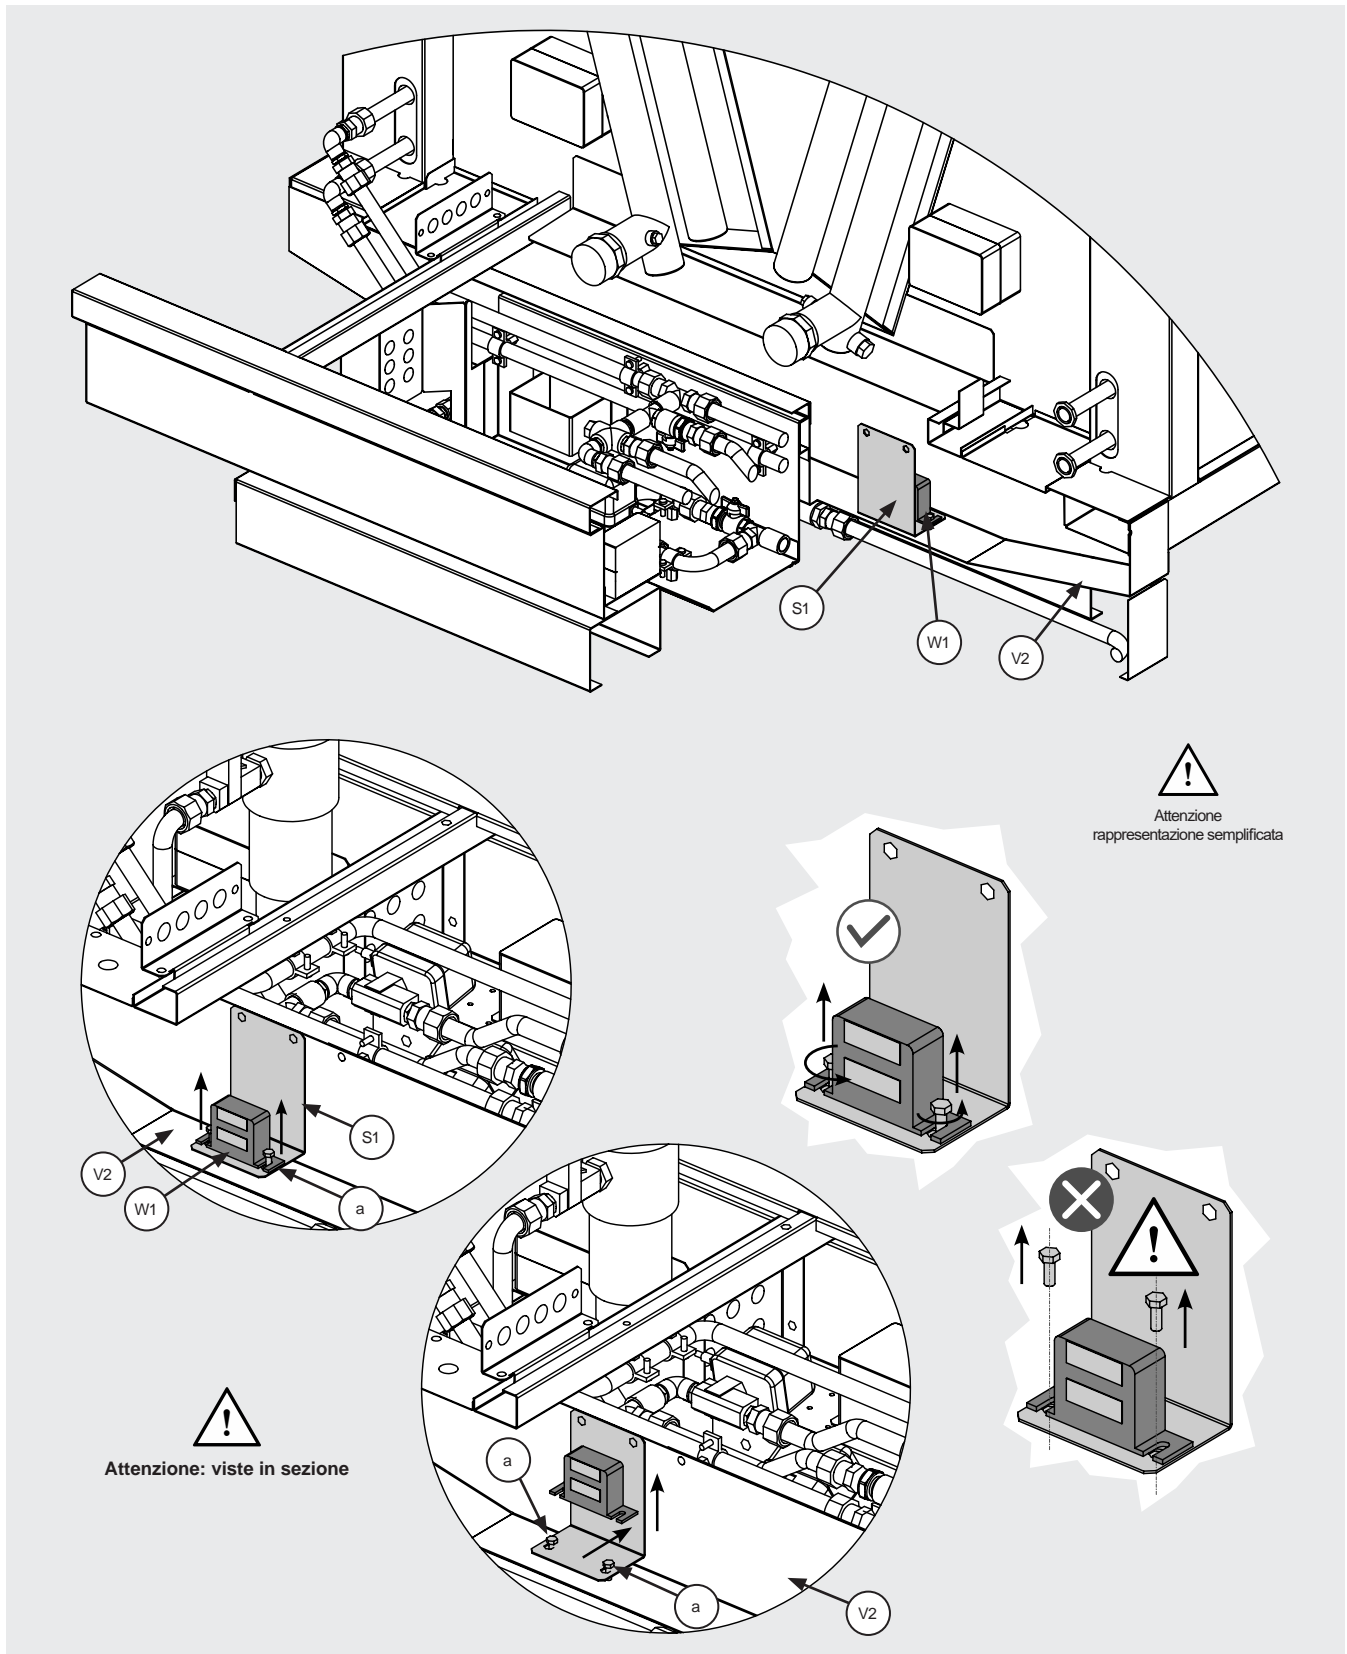

Figura 31
- 12.16.4 Per la sostituzione dell'interruttore di livello (W1), si osservi la Figura 31. (W1) è alloggiato su un supporto (S1) che lo tiene in posizione.